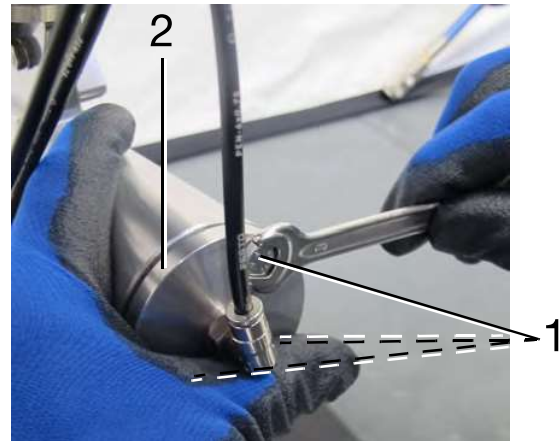

Bild 7-7 1 Schrauben
- Deckel (2) festhalten und die Schrauben (1) am Deckel abschrauben (Bild 7-7).